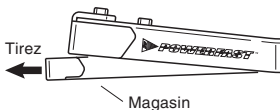

Figure 4 - Retrait du magasin
- Libérez le magasin et faites-le glisser vers l'avant de façon qu'il sorte du corps de l'outil (consultez la Figure 4).